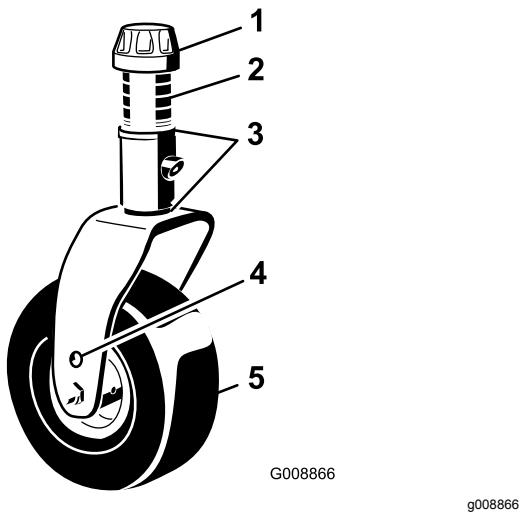

Рисунок 34
- Отрегулируйте количество 3-миллиметровых регулировочных прокладок на вилке (вилках) передних поворотных колес так, чтобы высота скашивания соответствовала указанному на наклейке значению (Рисунок 34); см. Измерение шага деки газонокосилки \(страница 72\).